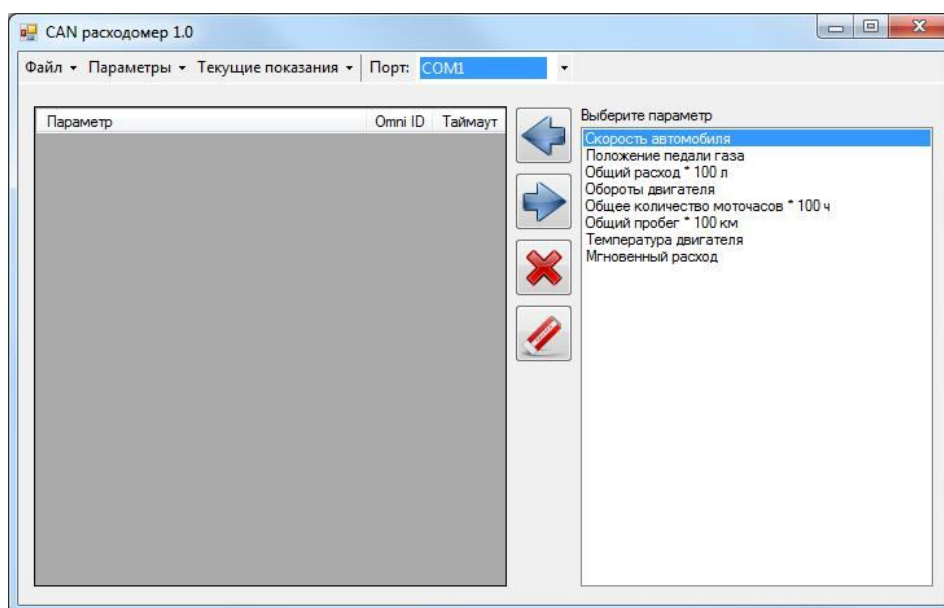

Рисунок 5 – Главное окно CanFuelConfig
3. Запустить программу CanFuelConfig, указать номер последовательного порта, к которому подключен CAN-расходомер (см. рис. 5 «Порт»). Для определения номера необходимого последовательного порта см. инструкцию по эксплуатации используемого вами преобразователя.
4. Создать список необходимых параметров. В программе можно задать до 32 различных параметров транспортного средства, 8 из которых стандартные, перечислены в поле «Выберите параметр» (рис. 5).